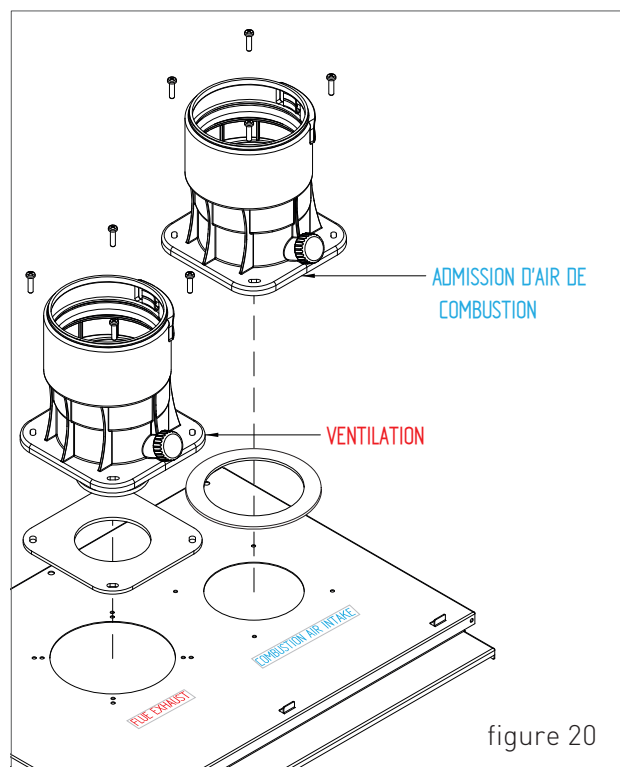

figure 20
- › En cas d'installation d'une ventouse horizontale coaxiale en polypropylène, orienter correctement le terminal coaxial horizontal par rapport à la pente du conduit d'évacuation des gaz de combustion et pour protéger le conduit d'air de combustion de conditions météorologiques défavorables (se reporter à la section 1.1.18, sous-section III (a) et figure 20).
Assurez-vous que les adaptateurs sont correctement installés, aux emplacements indiqués sur la figure 20 ci-jointe.